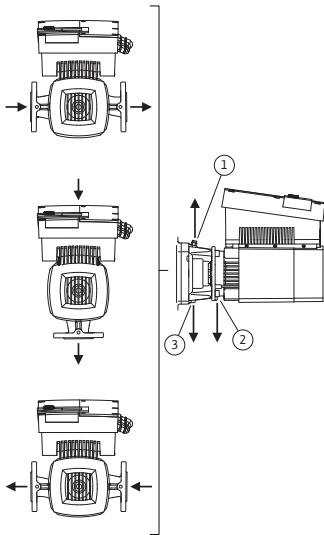

Fig. 23: Допустимые монтажные положения с горизонтальным валом электродвигателя
Допустимые монтажные положения с горизонтальным валом электродвигателя и электронным модулем сверху (0°) показаны на Fig. 23. Не показаны допустимые монтажные положения с смонтированным сбоку электронным модулем (+/- 90°). Допускается любое монтажное положение, кроме «электронным модулем вниз» (-180°). Удаление воздуха насоса обеспечивается только при условии, что клапан для удаления воздуха обращен вверх (Fig. 23, поз. 1).
Только в этом положении (0°) может осуществляться направленное отведение накапливающегося конденсата через имеющиеся отверстия, фонарь насоса (Fig. 23, поз. 3) и электродвигатель (Fig. 23., поз. 2.). Для этого удалить пробку на фланце электродвигателя (Fig. 7, поз. 7a).
- При горизонтальном положении вала электродвигателя отверстие для отвода конденсата должно быть направлено вниз (Fig. 23, поз. 2). При необходимости следует соответствующим образом повернуть электродвигатель.